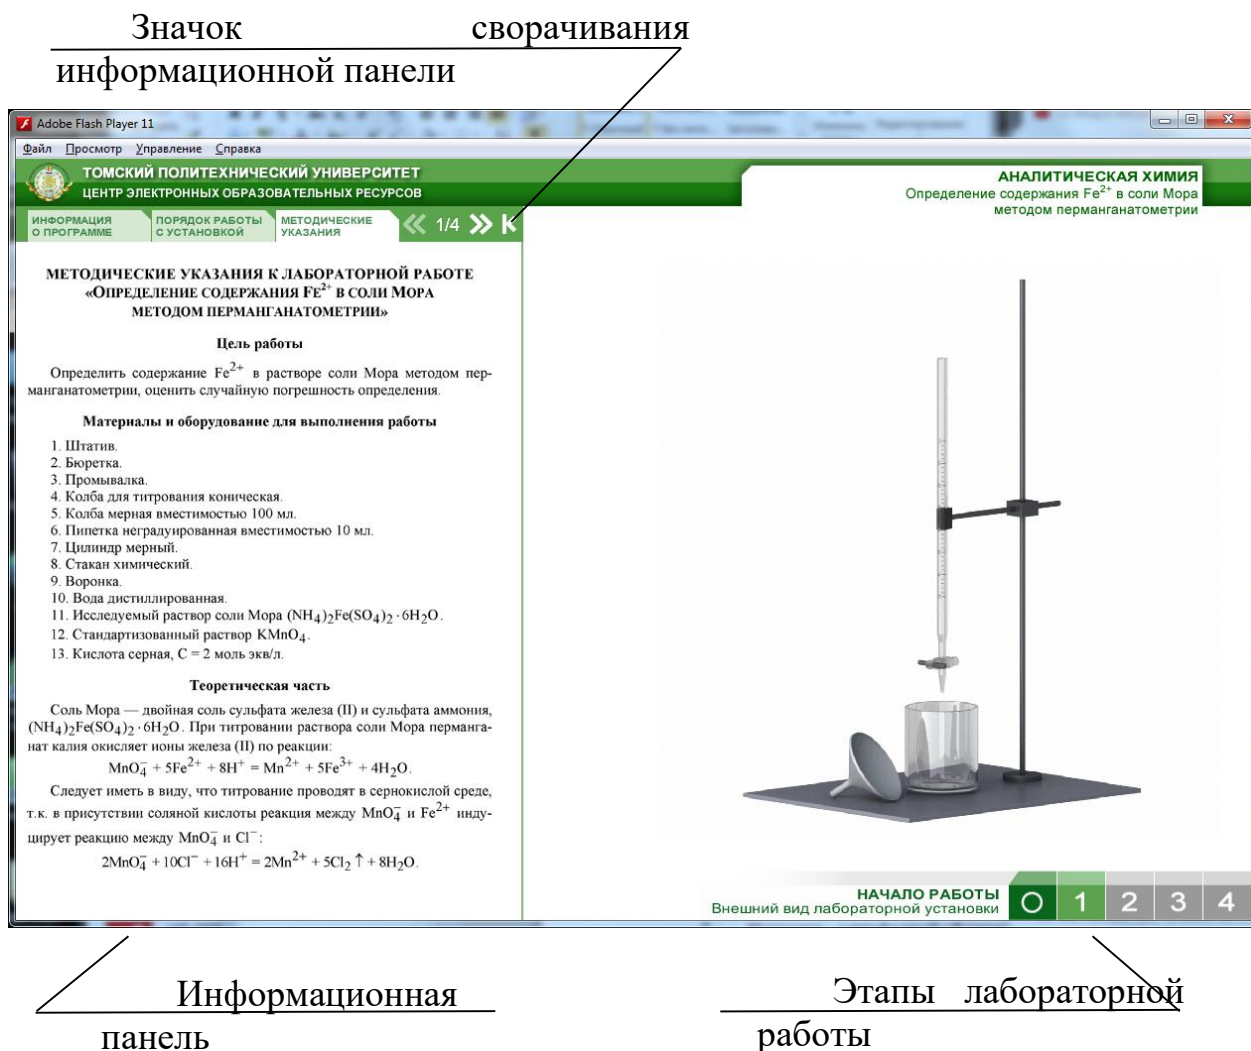

Рис. 2.1. Интерфейс ВЛР
2. Откройте на виртуальном рабочем столе папку «**Лабораторные работы**», выберите папку «ВЛК «Аналитическая химия»», в ней – папку «3. Определение содержания Fe (II) в соли Мора». Откройте ее.
3. Запустите двойным щелчком файл **Лабораторная установка**, откроется окно ВЛР (рис. 2.1), основными элементами которого являются:
развернуть на все поле окно *Лабораторной установки*, надо нажать на *Значок сворачивания информационной панели* (см. рис. 2.1, 2.2). Повторное нажатие вернет информационную панель на место.